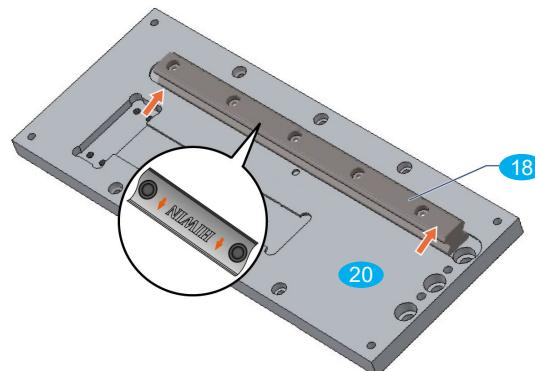

Bild 36: Montage Linearschiene Z-Achse
- Linearschiene Z 18 auf der Platte Z 20 ausrichten und mit Zylinderschrauben verschrauben; dabei muss die Bezugskante (Bild 36, siehe Lupe) der Linearschiene auf ganzer Länge an der gefrästen Anschlagkante der Platte Z anliegen. Schraubenanzugsdrehmoment: 6 Nm